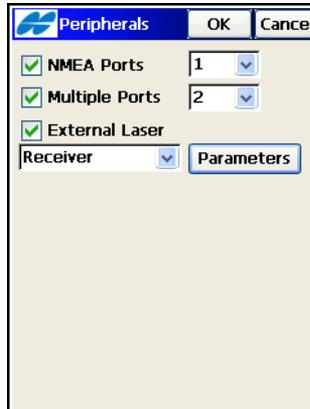

Abbildung 4-19. Optionen für den Roverempfänger
8. Für eine CSD-Übertragung zum Empfangen von RTK-Korrekturen über ein GSM-Telefon/-Modem, müssen Sie die Option *RTK-Protokoll* im **Hilfemenü** oben links wählen (Abbildung 4-19 auf Seite 4-15).
Im Modus mit Mehrfachports für Peripheriegeräte (siehe Abbildung 4-19 auf Seite 4-15) werden je nach gewählter Portanzahl bis zu zwei *Rovermodem*-Bildschirme zum Konfigurieren der Funkmodems für den Empfang angeboten.
Wenn Sie NMEA-Ports eingerichtet haben (siehe Abbildung 4-19 auf Seite 4-15), werden je nach gewählter Anzahl von Ausgabeports bis zu zwei Bildschirme des Typs *Opt.: Funkausgabe* zum Konfigurieren der Funkmodems für die NMEA-Datenausgabe angeboten.
2. Aktivieren Sie das Kontrollkästchen *NMEA-Ports* im Fenster **Peripherie** (Abbildung 4-19 auf Seite 4-15) und wählen Sie die Anzahl der Ports für die NMEA-Ausgabe.
2. Aktivieren Sie das Kontrollkästchen *Externer Laser* im Fenster **Peripherie** (Abbildung 4-19 auf Seite 4-15) und wählen Sie das Gerät (entweder *Empfänger* oder *Feldrechn.*), mit dem der Laser verbunden ist.